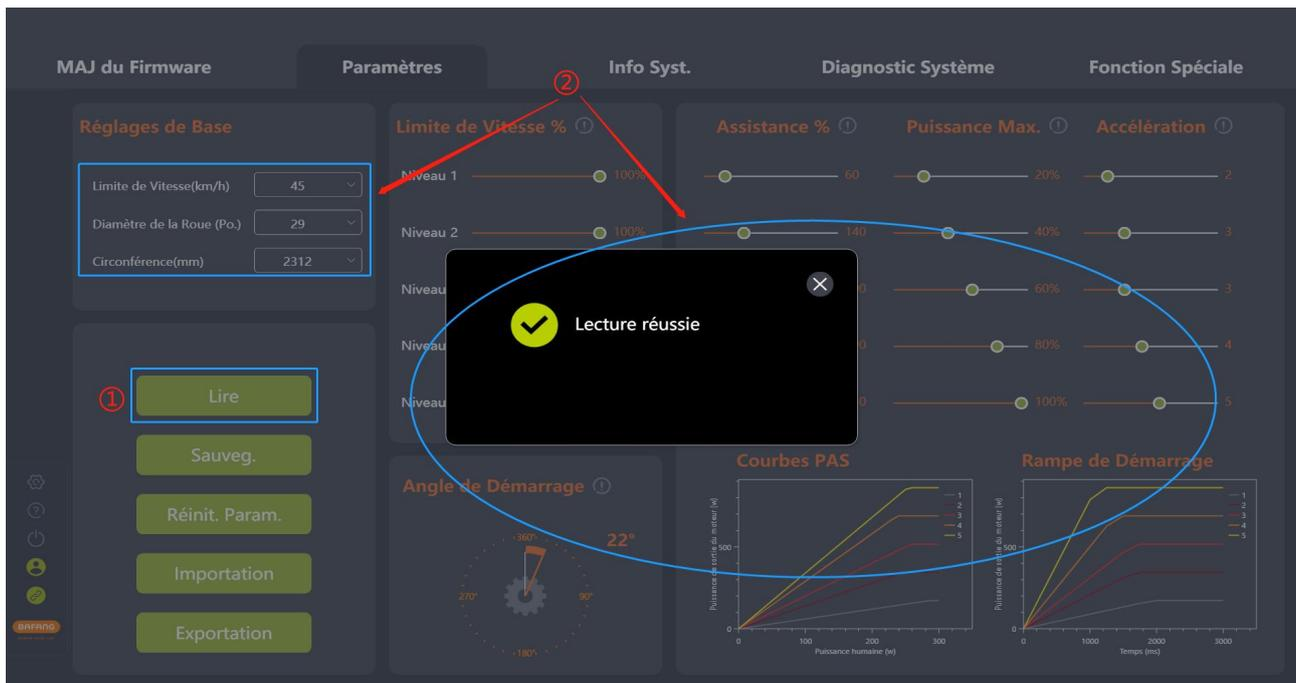

Fig. 5-12 Lecture
- (1) Vérifiez si le BESST Tool est bien connecté au contrôleur et assurez-vous que le contrôleur est bien alimenté. Cliquez sur "Lire".
- (2) Une fois la lecture réussie, chaque paramètre est affiché sous forme de nombre, de curseur, etc. (Fig.5-12).